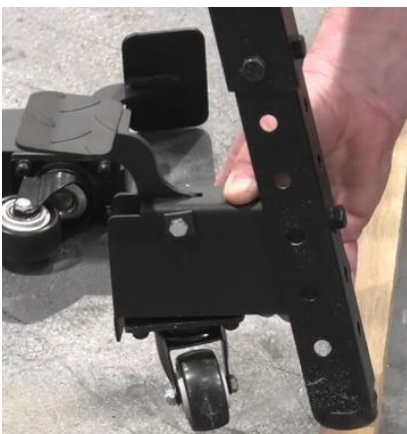

Abb. 13
9. Schieben Sie die Mittelstützen in Position und befestigen Sie sie mit den Schrauben und Muttern an der Vorder- und Rückseite der Stützen. (Das Anbringen der Mittelstützen wird empfohlen, ist aber nicht erforderlich) (Abb. 12, Abb. 13).
Zur Erleichterung der Montage wird empfohlen, ein Stück hartes Material unter das Bein zu legen, um den Ständer vom Boden abzuheben (Abb. 13).